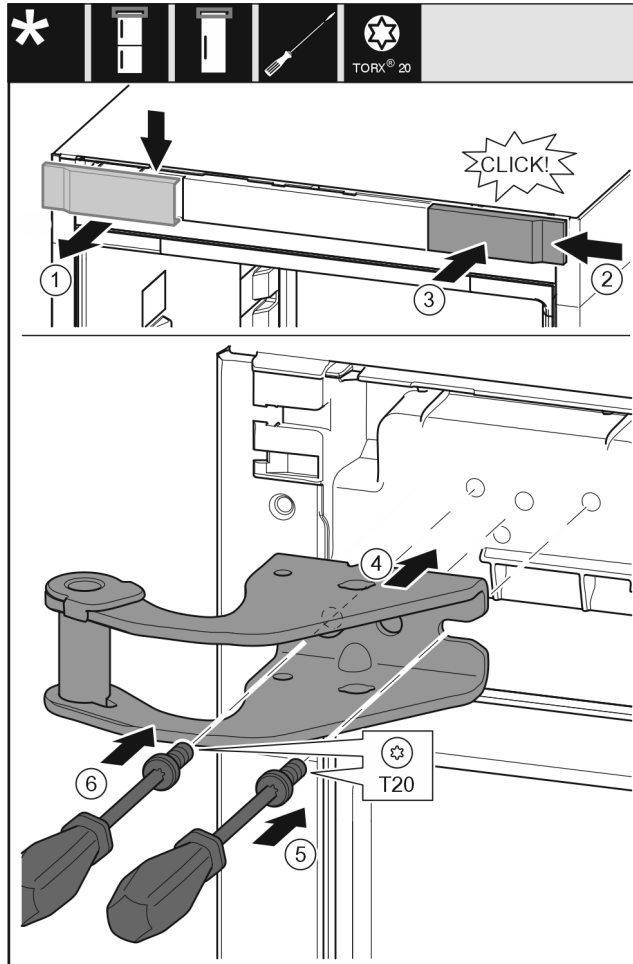

Fig. 11
- ▶ Tag afdækningen Fig. 11 (1) af oppefra og fremefter.
- ▶ Indsæt afdækningen Fig. 11 (2) på den anden side fra højre, drejet 180°.
- ▶ Lad afdækningen Fig. 11 (3) gå i indgreb.
- ▶ Påsæt det øverste hængsel Fig. 11 (4).
- ▶ Påsæt skruen Fig. 11 (5) med en skruetrækker, og skru den fast.
- ▶ Påsæt skruen Fig. 11 (6) med en skruetrækker, og skru den fast.